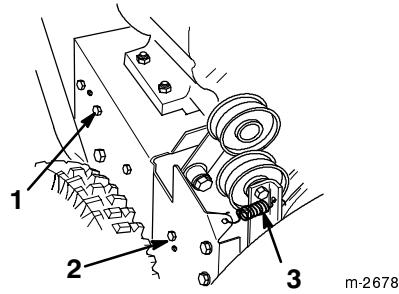

Figure 16
- Desserrez le bras de frein de tarière. Pour ce faire, desserrez la vis arrière et retirez la vis avant (Fig. 16).
- Déposez le ressort de poulie folle (Fig. 16). Laissez le bras de frein pendre librement, mais hors du chemin.